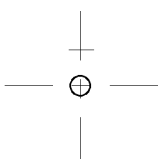

图 3-14 绘制圆
(3) 绘制挡圈内孔
❶ 设置“粗实线”图层为当前图层，然后单击“默认”选项卡“绘图”面板中的“圆”按钮 $\bigcirc$ ，以半径为 8 绘制一个圆，如图 3-14 所示。
❷ 单击“默认”选项卡“修改”面板中的“偏移”按钮 --- ，偏移绘制的圆。命令行提示与操作如下：